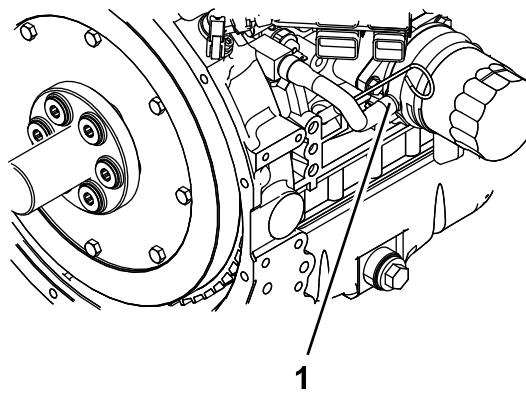

Figura 53
- 6. Retire o tubo do líquido de arrefecimento de óleo e drene-o a partir do bloco do motor (Figura 53).